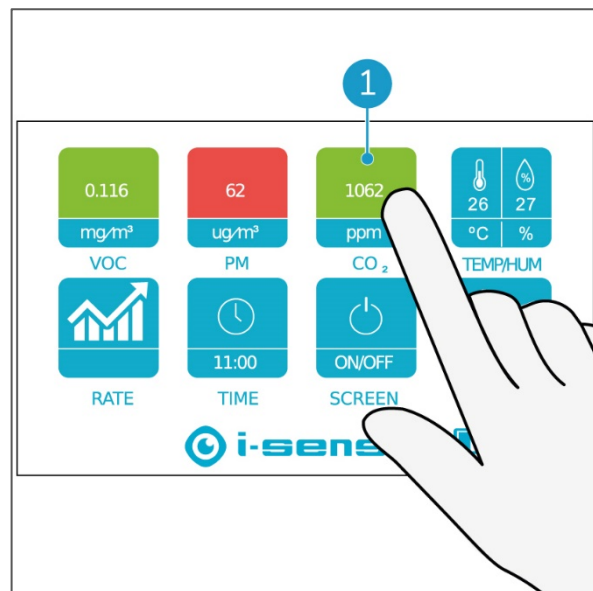

Figura 14
1. Tocca il pulsante CO₂ (Figura 14, pos 1) con il dito.